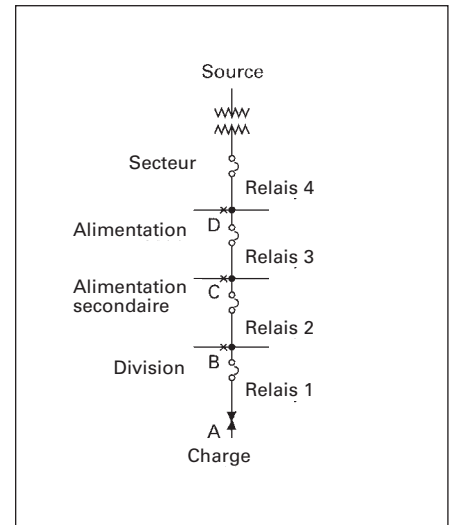

Figure 21. Modèle de verrouillage de zone
**Fonctionnement à sélection de zone** (Figure 21) :